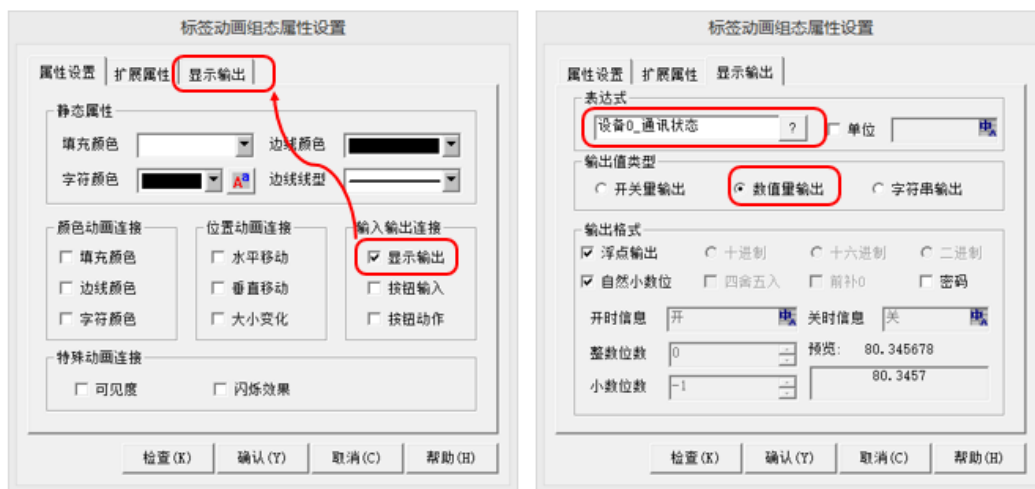

图 4.3.10
③输入框：双击 VW0 标签旁边的输入框构件，弹出“输入框构件属性设置”对话框，在“操作属性”页，点击进行变量选择，选择“从数据中心选择|自定义”，选择 VW0 对应的变量“设备 0_读写 VWUB0000”，点击确认。完成后点击确认保存。同样的方法，对 VW2 标签旁边的输入框进行设置，选择 VW2 对应的变量“设备 0_读写 VWUB0002”，点击确认。
④标签：双击通讯状态标签旁边的空白标签，如图 4.3.10 所示，选择“显示输出”，进入属性设置，点击选择数据对象“设备 0_通讯状态”，输出值类型选择“数值量输出”，如图 4.3.10 所示。